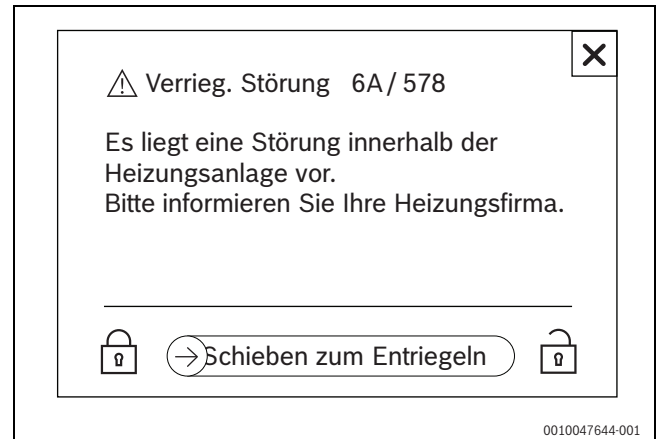

Bild 85 Verriegelnde Störung (Beispiel)
- Entriegelung erfolgt über  → Schieben zum Entriegeln  (→ Bild 85).